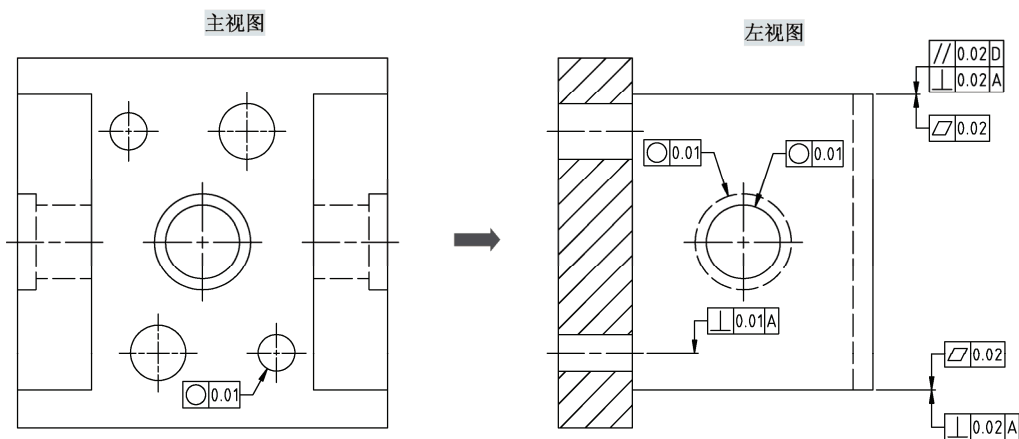

图 8-98 “主视图”和“左视图”形位公差标注
9) 在“主视图”和“左视图”中进行形位公差符号标注, 如图 8-98 所示。